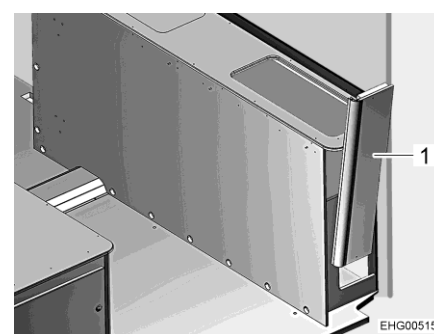

Fig. 110 Cassone letto a destra, pannello laterale
- Rimuovere il pannello laterale (Fig. 110,1) verso l'alto scuotendolo leggermente.